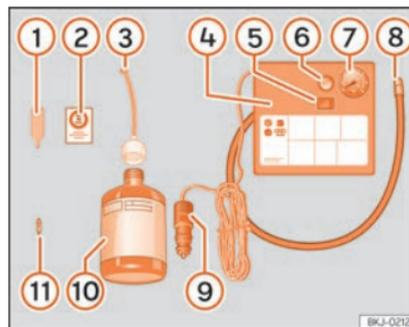

Fig. 31 Representação padrão: conteúdo do kit antifuros.
O kit antifuros está localizado na bagageira, por baixo do revestimento do piso. Inclui os seguintes componentes »» **Fig. 31:**
- Desenrosque a proteção e o obus da válvula do pneu. Utilize o aparelho »» Fig. 31 ① para retirar a carga. Coloque-o numa superfície limpa.
- Agite com força a garrafa de vedante de pneus »» Fig. 31 ⑩.
- Enrosque o tubo de enchimento »» Fig. 31 ③ na garrafa de vedante. O selo da garrafa partir-se-á automaticamente.
- Remova o tampão do tubo de enchimento »» Fig. 31 ③ e enrosque a extremidade aberta do tubo na válvula do pneu.
- Volte a colocar o obus com o aparelho »» Fig. 31 ① na válvula do pneu.
- Enrosque o tubo de enchimento do pneu do compressor »» Fig. 31 ⑧ na válvula do pneu.
- Verifique se o parafuso de evacuação de ar está fechado »» Fig. 31 ⑥.
- Ligue o conector »» Fig. 31 ⑨ à tomada de corrente de 12 volts do veículo »» Página 150.
- Ligue o compressor de ar com o interruptor ON/OFF »» Fig. 31 ⑤.
- Cole o autocolante »» Fig. 31 ② no painel de instrumentos, dentro do campo visual do condutor.
Volte a enroscar o tubo de enchimento » » Fig. 31  e verifique a pressão no manómetro .